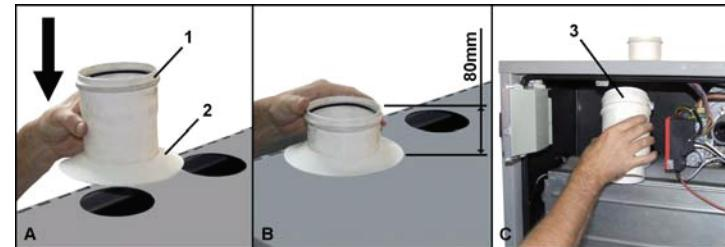

рис. 33
- B Соблюдайте размер, указанный в рамке "В" на рис. 33. Данный размер следует увеличить на 5 мм для каждого добавленного модуля.